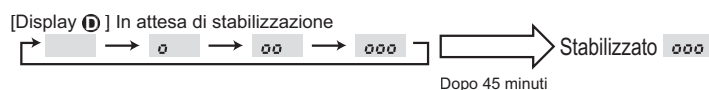

Fig. 8-3
- ③ Premere il tasto **FILTER** (tasto **←**) per confermare l'impostazione. (Fig. 8-3)